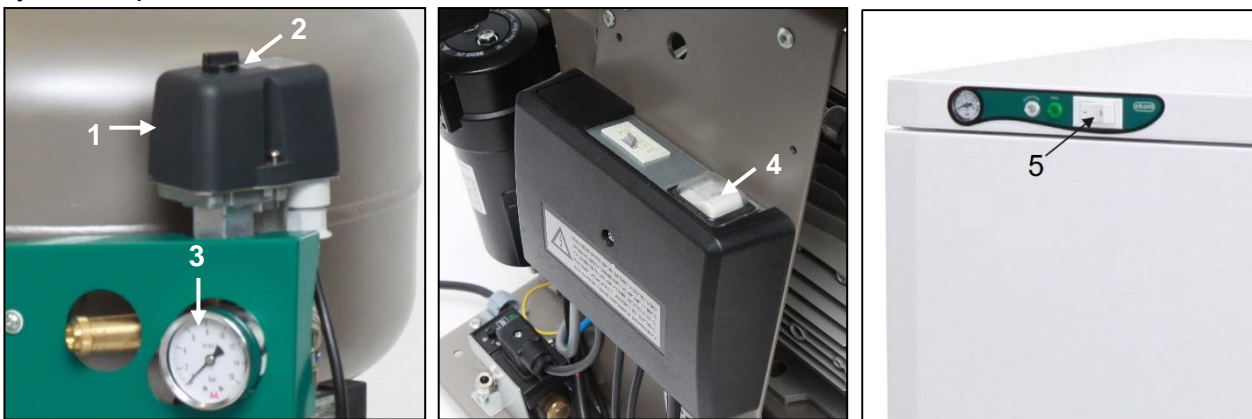

Рис.12
- Проверьте положение автоматического выключателя: он должен быть в положении I. Если выключатель (4) находится в положении 0, поверните его в положение I (рис. 12).
- Поверните выключатель (5) на передней стенке шкафа в положение I. Зеленый световой индикатор указывает, что устройство работает (рис. 12).
(рис. 12)